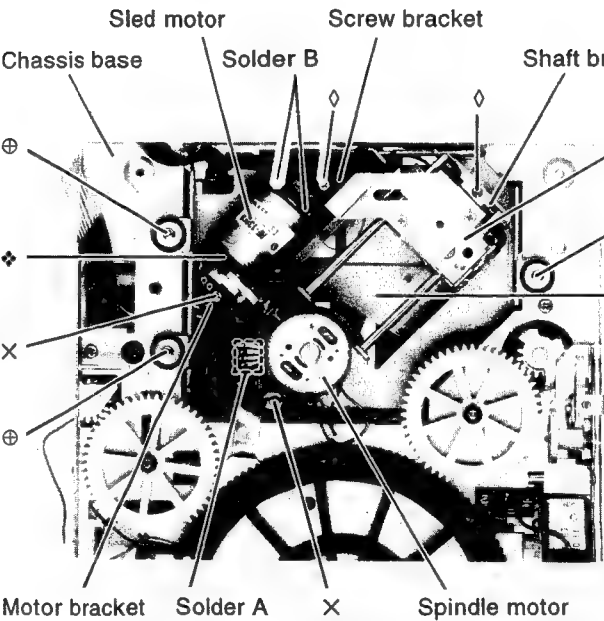

Fig 17
- Pick-up unit, pos. 278 (Fig. 17).
- Sled motor, pos. M103 (Fig. 17).
- Head unit, pos. HD101 (Fig. 17).